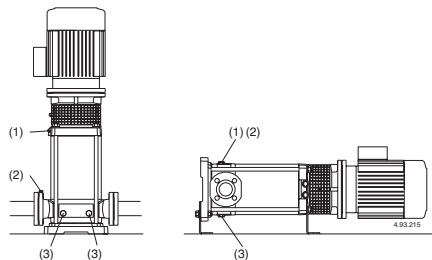

Fig. 4 (1) Fyllning samt luftskruv
Om den sugande funktionen upphör (tryckmanometern svänger eller om trycket minskar/ökar) se till att alla röranlutningar på sugsidan är täta, repetera avluftningen på sugsidan (2), se till att avluftningsskruven (2) samt dräneringspluggen (3) är täta på sugsidan (**fig. 4**).
För att förlänga livslängden skall pumpen som vid pumpning av förorenade vätskor köras med en ren vätska efteråt för att avlägsna partiklar eller, efter dränering genomförs rengöring genom att rent vatten (minst 40 liter) hålles in genom fyllnadspluggen (1) på trycksidan tills det kommer ut genom dräneringshålet (3) på sugsidan (fig. 4).
Före demontering, koppla bort strömkabeln från terminalboxen. Stäng ventilerna på sug och trycksidan och töm pumphuset (fig.4).